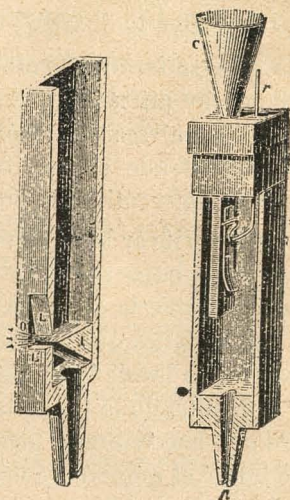

Fig. 113.—
5. **Tubos de boca.**—En los tubos de boca, el aire sale por una hendidura (fig. 113), viene á dar contra la pared del tubo cortada en bisel, y produce un silbido formado por numerosos sonidos discordantes, entre los cuales el tubo elige á uno para reforzarlo.